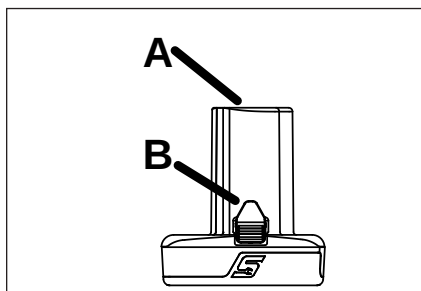

Abbildung 3: Akku
1. Setzen Sie einen vollständig geladenen Akku der CTB-Serie wie in Abbildung 3 dargestellt in den Sockel des Werkzeugs ein.